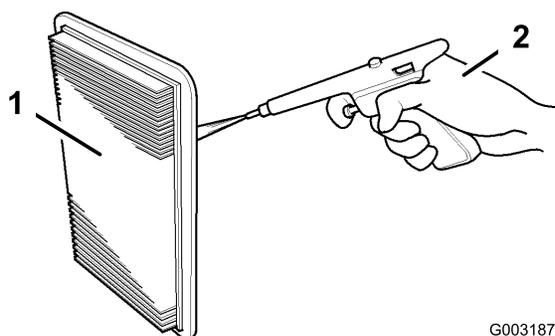

Figure 24
1. Tapotez légèrement l'élément sur une surface plane pour éliminer l'excédent de poussière et de saleté, ou utilisez de l'air comprimé (pression max. 207 kPa [30 psi]) pour nettoyer l'élément de l'intérieur (Figure 24).